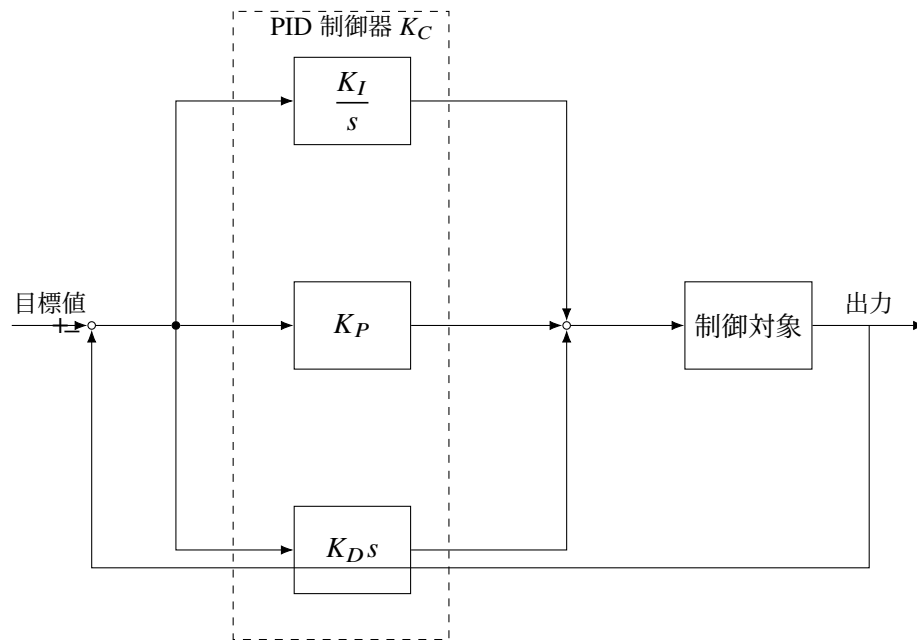

図 1 PID 制御のブロック図（並列型）
PID 制御における操作量  $u(t)$  と偏差  $e(t)$  の関係は式 (1) のようになる。また, 式 (1) の伝達関数は式 (2) となり, 伝達関数のブロック図は図 1 となる。ここで  $K_P$  は比例ゲイン,  $K_I$  は積分ゲイン,  $K_D$  は微分ゲイン,  $T_I$  は積分時間,  $T_D$  は微分時間となる。